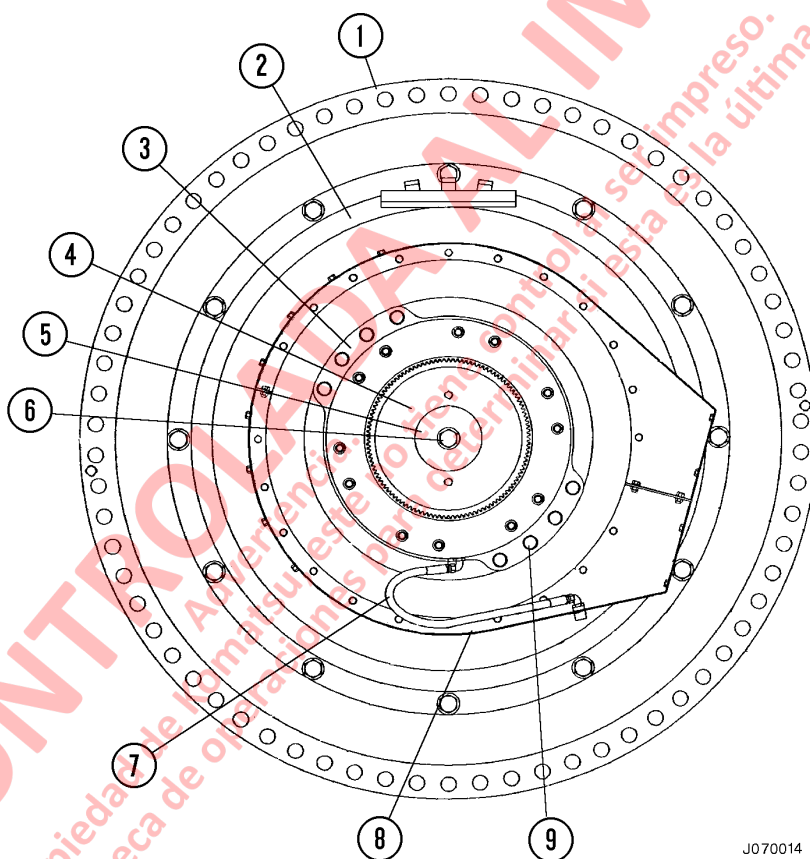

FIGURA 7-1. INSTALACIÓN DEL FRENO DE ESTACIONAMIENTO
Cuando la palanca selectora de marcha está en ESTACIONAMIENTO, la válvula solenoide del freno de estacionamiento (SV2), ubicada en el múltiple de frenos del gabinete de frenos hidráulicos, se desenergiza para purgar la presión hidráulica de los conjuntos de freno de estacionamiento. Los resortes Belleville internos, en los conjuntos del freno de estacionamiento, accionan el pistón para comprimir el paquete de discos, lo que evita la rotación del engranaje (4, Figura 7-1) montado en el eje del rotor del motor de tracción.
4. Desconecte la manguera de suministro de aplicación del freno de estacionamiento (7, Figura 7-1) del freno.
5. Saque los tornillos y las arandelas de seguridad (9) e instale espárragos guía en dos de los orificios de montaje para sostener el conjunto del freno de estacionamiento cuando lo desmonte de la estructura del motor de tracción.
6. Deslice el conjunto hacia fuera de la estructura del motor de tracción y del engranaje interno (4), luego desmonte el conjunto de la carcasa del eje trasero.
7. Si el engranaje del eje del rotor (4, Figura 7-1) está desgastado, dañado o debe desmontarlo por otro motivo, siga los pasos a continuación:
- a. Retire el tornillo y la arandela endurecida (6, Figura 7-1) del eje y desmonte la placa de retención (5).
- b. Instale un extractor de engranajes a través de los orificios enroscados del engranaje (4).
- a. Limpie el engranaje (4, Figura 7-1) y el eje, luego inspeccione las ranuras y elimine las irregularidades que puedan interferir con la instalación.
- c. Instale la placa de retención (5), la arandela y el tornillo (6). Apriete el tornillo a **595 - 670 N·m (440 - 495 ft lb)**.
5. Instale los tornillos y las arandelas de seguridad (9), luego apriete los tornillos uniformemente para asentar el freno de estacionamiento adecuadamente en el motor de tracción. Apriete los tornillos a un torque final de **300 N·m (220 ft lb)**.
6. Conecte la manguera de suministro del freno de estacionamiento (7) y retire el equipo de elevación.